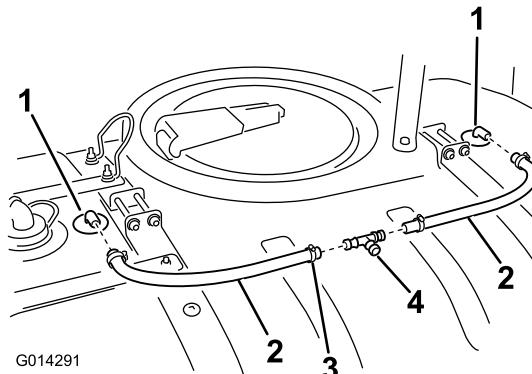

Bild 21
2. Bringen Sie eine Schlauchklemme an jedem Schlauchende an (Bild 21).
3. Befestigen Sie einen Schlauch über der Zahnung der Spüldüse (Bild 21),
2. Befestigen Sie das T-Anschlussstück an den offenen Enden der Spül düsenschläuche (vorher montiert), wie in Bild 21 dargestellt.